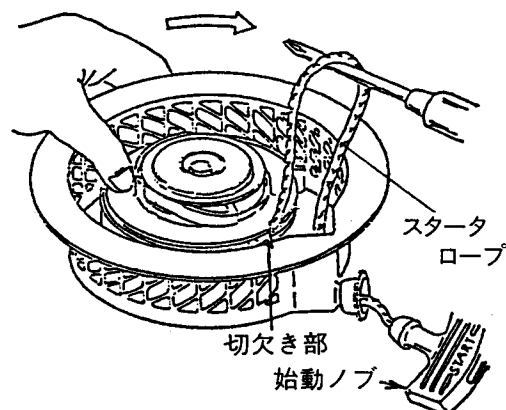

Fig 11-1
(1) リコイルスタータをエンジンから取り外してください。
(2) 始動ノブを引き、スタータロープを30cm位引き出し、リールの切欠き部がスタータロープの出口に来た所でリールが逆転しないようにFig11-1のように親指でしっかり押さえドライバー等でスタータロープをリコイルスタータの内側に引き出します。次にスタータロープが切欠き部から外れないようスタータロープを手で持ち切欠き部を利用して、親指でリールの回転を制動しながら矢印の方向に回転が止まるまで巻き戻してください。
(1) 2～3回始動ノブを引いて見てください。
① 始動ノブが重く引けない場合は、部品が指示通り組込まれているか、再確認してください。
② ラチェットが作動しない場合は、スプリング等の部品が欠品していないか、再確認してください。
(2) 始動ノブを引きスタータロープを一杯まで引き出して見てください。
① リールのロープ収納溝にスタータロープが残っている。又はスタータロープが全然戻らない場合は、ゼンマイに無理が掛っているので、スタータロープを Fig 11-1 の要領で1～2回巻戻してください。
② スタータロープの戻りが弱い又は、始動ノブが途中で垂下がる場合は、回転部及び摩擦部にグリス又はモビール油を注油してください。